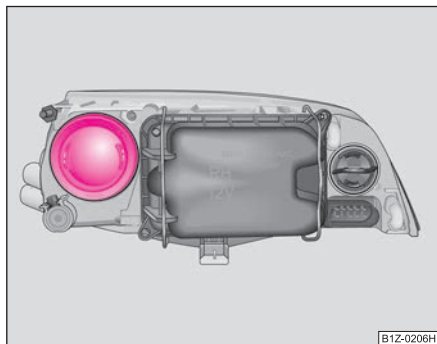

Fig. 227 Capacul protector al becului luminii de drum
- Scoateți capacul de pe partea posterioară a farului ⇒ fig. 227.